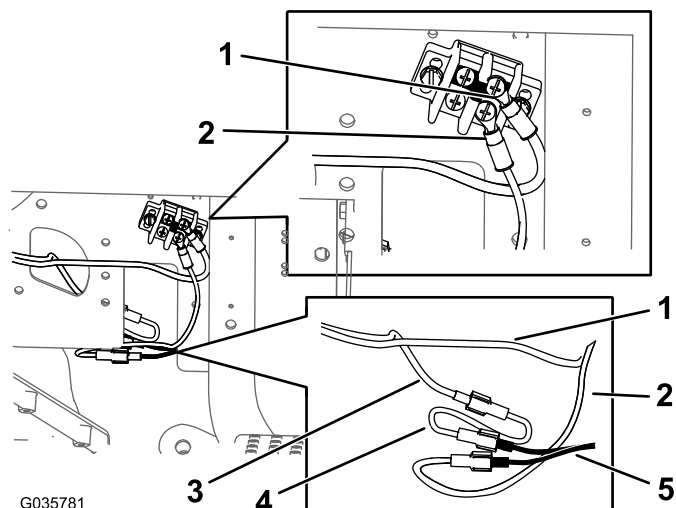

図 14
- C. アースブロックに、ワイヤハーネスのリング端子とアースアダプタハーネスを接続する 図 14。
- D. パワーアダプタハーネスをワイヤハーネスに接続する 図 14。